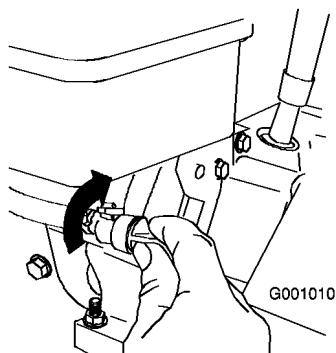

Figure 26
3. Fermez le robinet de carburant en le tournant dans le sens horaire (Figure 26).